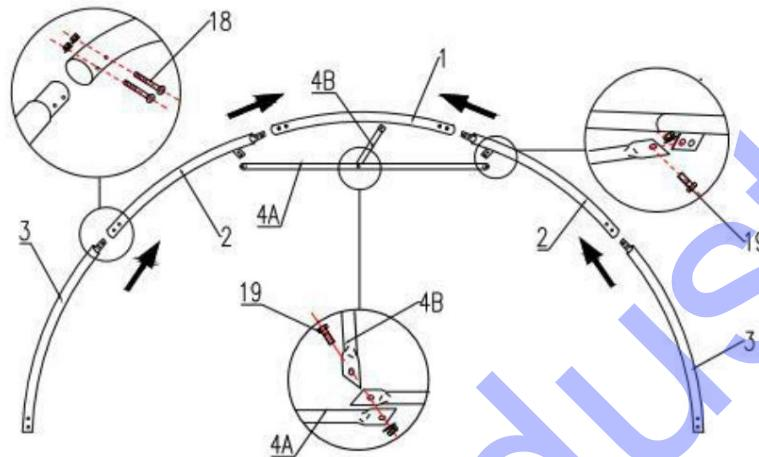

Figure 4
1. Comme le montre la figure 4, il faut trouver un tube courbé pour toit (n° 1), deux morceaux de tubes courbés centraux pour portes (n° 18). Abaissez le tube coudé (n° 3) et assemblez chaque arceau avec la vis M8x70 (n° 20). NE PAS installer la vis sur le dessus de la ferme, là où reposera la toile. Remarque : le tube courbé central et le tube courbé inférieur pour les deux tubes d'extrémité (n° 2A et 3A) qui sont soudés avec des plaques d'acier pour le portail supérieur (n° 9) et les tubes de connexion horizontaux supérieurs pour la porte (n° 10) sont différents.